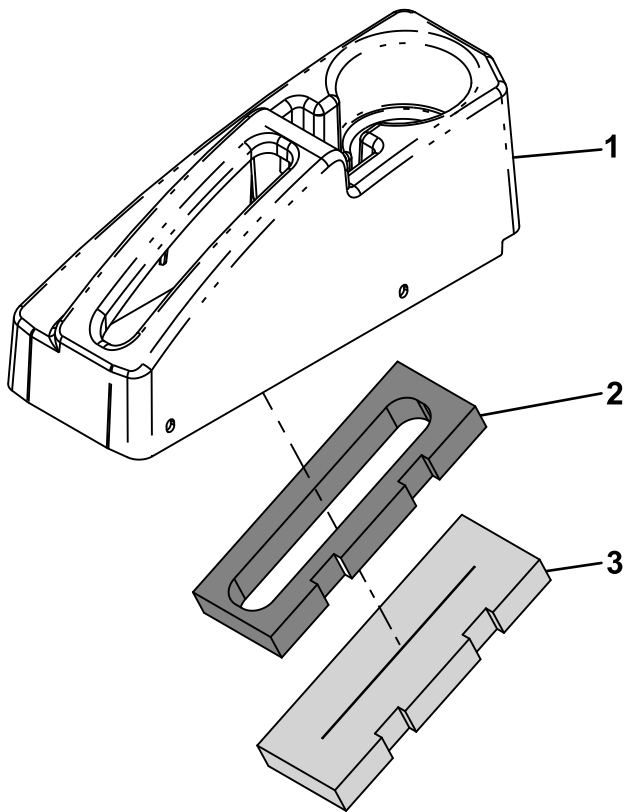
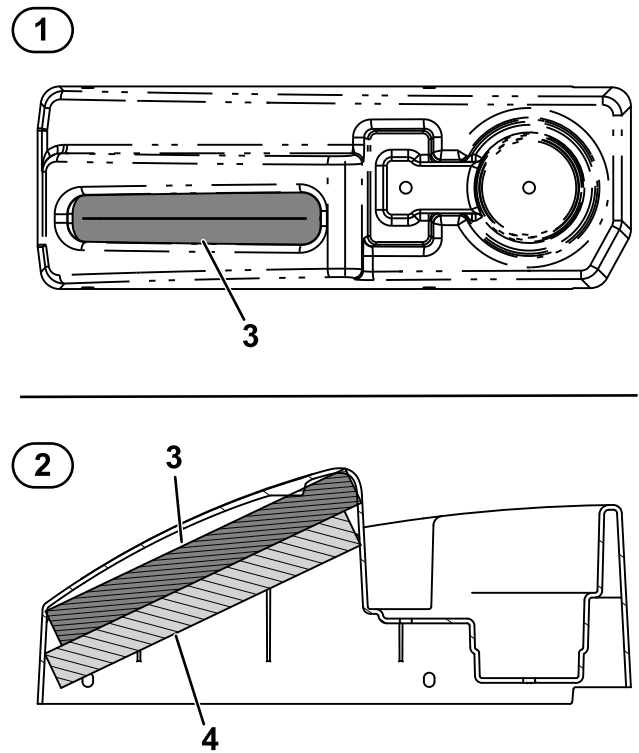

Рисунок 15
Рисунок 16
5. Снимите защитную пленку с верхней стороны верхнего элемента из пеноматериала для крышки тормоза и установите его на крышку тормоза Рисунок 15.
На Рисунок 16 показан вид сверху и вид в разрезе (сбоку) элемента из пеноматериала, установленного в крышку.
6. Снимите защитную пленку с нижней стороны верхнего элемента из пеноматериала для крышки тормоза (Рисунок 15).
7. Установите нижний элемент из пеноматериала для крышки тормоза на верхний элемент из пеноматериала для крышки тормоза (Рисунок 15 и Рисунок 16).